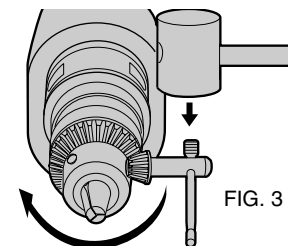

FIG. 3
7. De un golpe seco a la llave del portabrocas en sentido opuesto a las manecillas del reloj. Esto aflojará el portabrocas para poder quitarlo a mano (fig. 3).